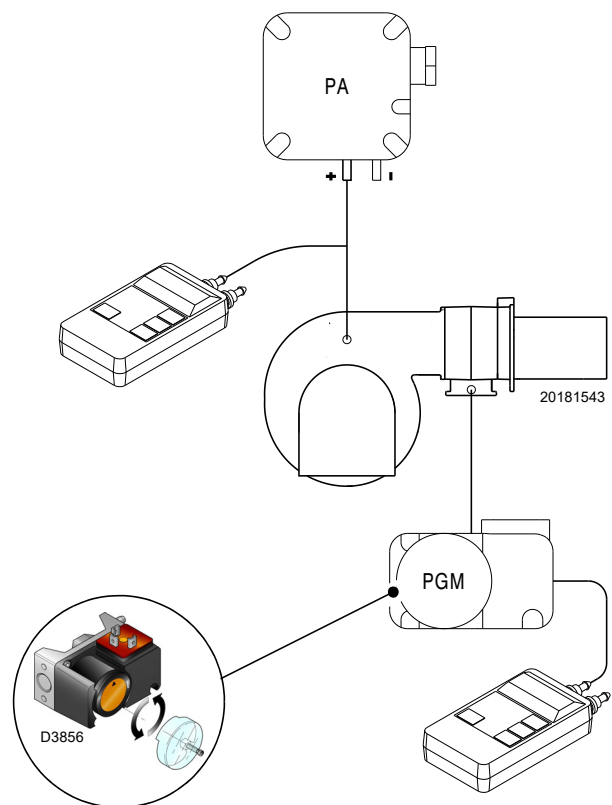

Abb. 32
- Regeln Sie den Maximal-Gasdruckwächter (Abb. 32 auf Seite 33) auf das Skalende.
Die Einstellung des Maximal-Gasdruckwächters ausführen (Abb. 32), nachdem alle anderen Einstellungen des Brenners bei auf das Skalende eingestellten Maximal-Gasdruckwächter vorgenommen wurden.